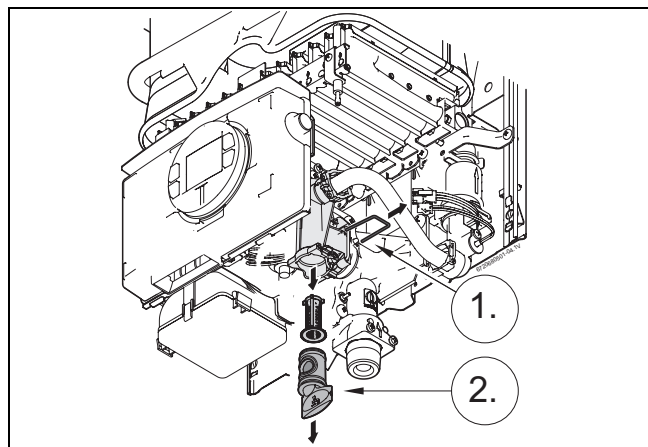

Fig. 19 Purga
- ▶ Retirar o freio de fixação (→ Fig. 19, [1]) localizado no tubo de entrada de água.
- ▶ Retirar o selector de caudal de água (→ Fig. 19, [2]) e o filtro de água.